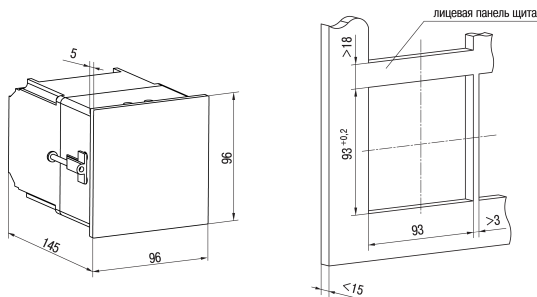

Рисунок 4.2 – Габаритные размеры корпуса Щ4
1. Подготовить на щите управления место для установки прибора (см. *рисунок 4.2*).